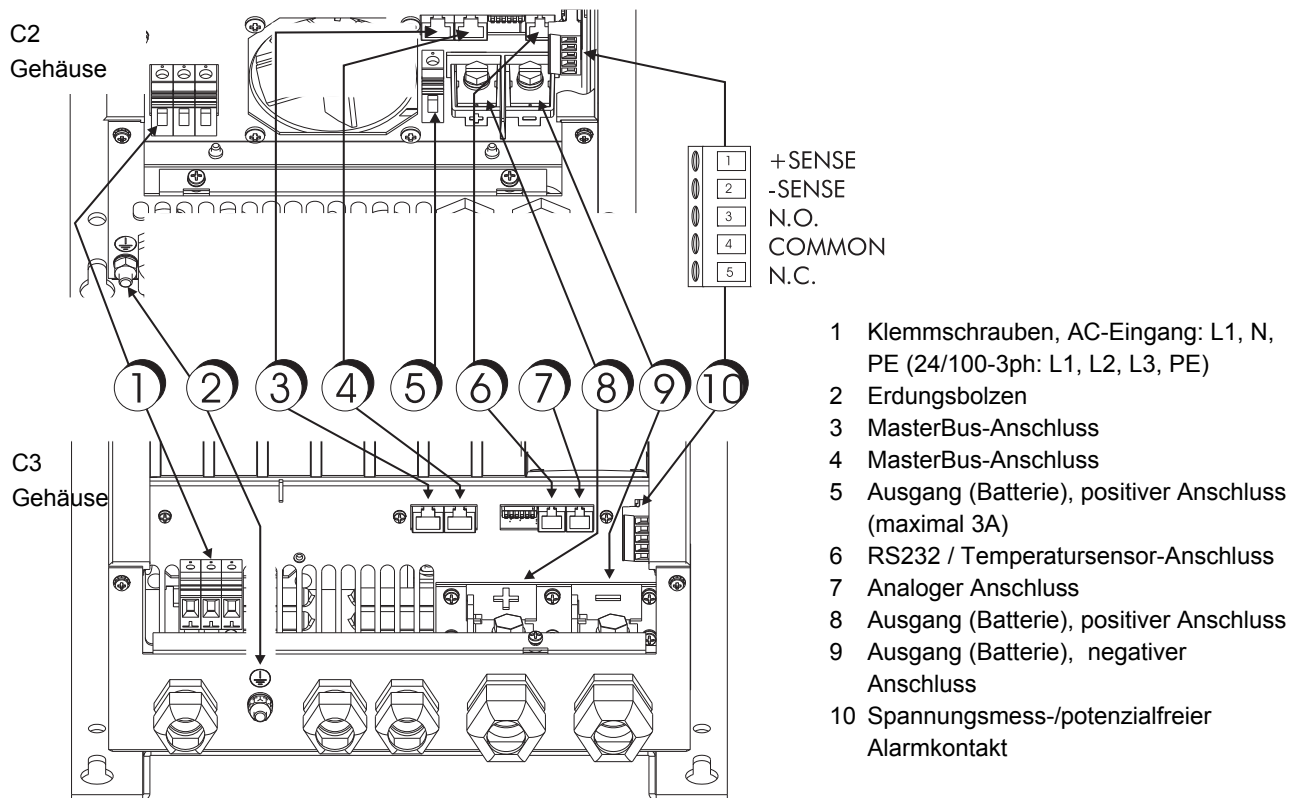

Abbildung 7: Überblick über den Anschlussbereich des Mass Charger
- 4 Kompensieren Sie den Spannungsabfall gegenüber dem Batterie-Trennschalter durch Änderung der Einstellung des Dip-Schalters 4 (siehe Abb. 7).
Der Temperatursensor ist vorverkabelt mit einem 6 m Kabel inkl. passendem Stecker. Suchen Sie den wärmsten Ort der zu ladenden Batteriebank und machen Sie die Klebefläche an der Batterie sauber und fettfrei. Kleben Sie den Sensor mit dem doppelseitigen Klebeband an die Batterie(n). Der Anschluss des Temperatursensor erfolgt über den 6poligen RJ12-Stecker in wahlweise einem der beiden passenden Anschlüsse ("RS 232" oder "Analog"), Abbildung 7. Ein Kürzen überschüssigen Kabels ist nicht notwendig. Falls doch gekürzt wird, achten Sie beim Wiederanschießen auf die Polarität und verwenden Sie den alten Anschluss als Beispiel.
Schließen Sie die Leitungen mit den zwei oberen Terminals des grünen Anschlusses auf der rechten Seite des Gehäuses an (siehe Abb. 7). Achten Sie besonders auf die Polarität der Leitungen, rot an +S und schwarz an -S. Schließen Sie jetzt die andere Seite der Leitungen an: schwarz an den Minuspol der Batterie und rot an die Batterieseite der Mass Charger-Sicherung.
Der Batterielader besitzt ein Alarm-Relais (Abb. 7) mit potentialfreien Kontakten. Es können zwei Modi gewählt werden: Standard (Werkseinstellung) oder Alarm-Modus (Continuous-Mode).
Der Mass Charger hat sechs DIP-Schalter, siehe Abbildung 7. Diese Schalter werden durch Umdrehen der Hebel mit Hilfe eines kleinen Schraubenziehers in die andere Position gebracht.